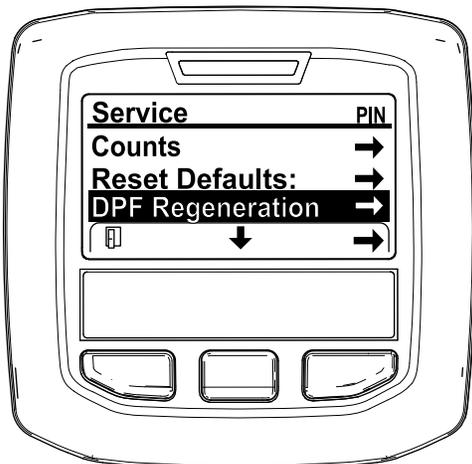

Рисунок 48
3. В SERVICE MENU (МЕНЮ ТЕХОБСЛУЖИВАНИЯ) нажмите и удерживайте в нажатом положении среднюю кнопку, пока не появится опция DPF REGENERATION (РЕГЕНЕРАЦИЯ DPF), затем нажмите правую кнопку, чтобы выбрать опцию DPF REGENERATION (РЕГЕНЕРАЦИЯ DPF) (Рисунок 48).